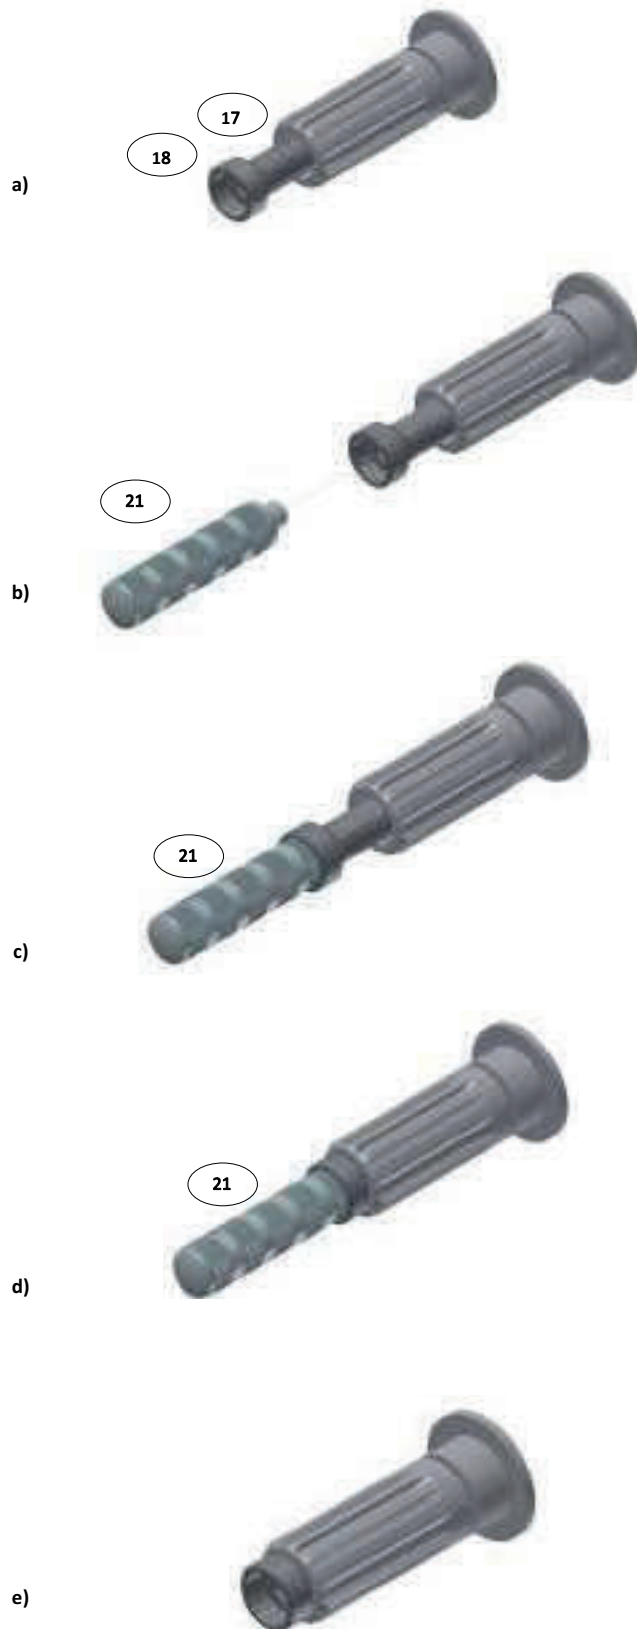

Fig.13
AVVALENDOSI DELL'UTENSILE UTL-0032 ESEGUIRE L'INSERIMENTO E IL SUCCESSIVO PIANTAGGIO DELL'ASTUCCIO (17) CON CUSCINETTO A RULLINI (18) COME INDICATO NELLE FIGURE SOTTOSTANTI (Fig.13).